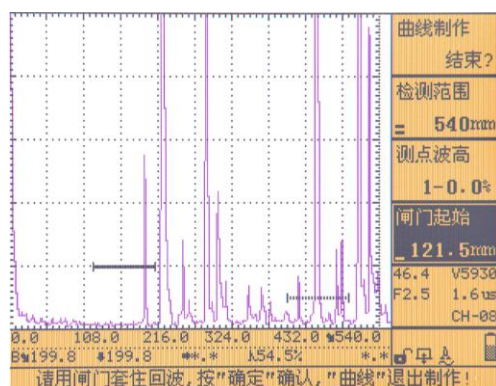

图 4.16
3、按【F1】选择“AVG”主菜单，按【向上】或【向下】键，选择“曲线制作”子菜单，单击【确认】键或单击旋轮，开始 AVG 制作，“曲线制作”子菜单中的“开始”变为“结束？”，仪器自动选择“闸门起始”子菜单，且“测点波高”由“1-\*.\*”变为“1-0.0%”。如图 4.16 所示。